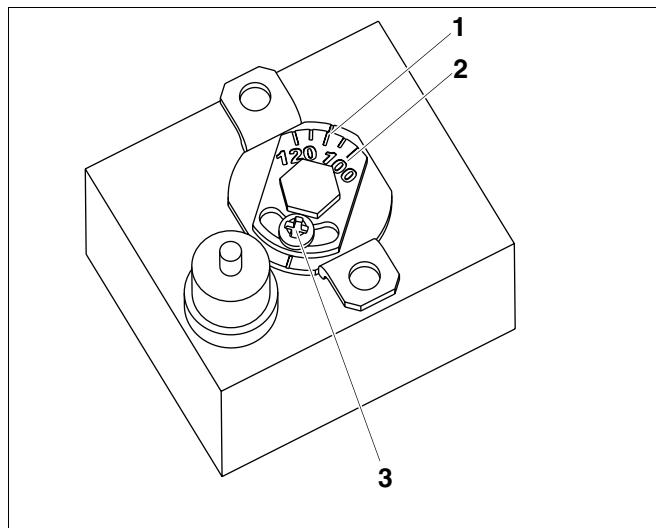
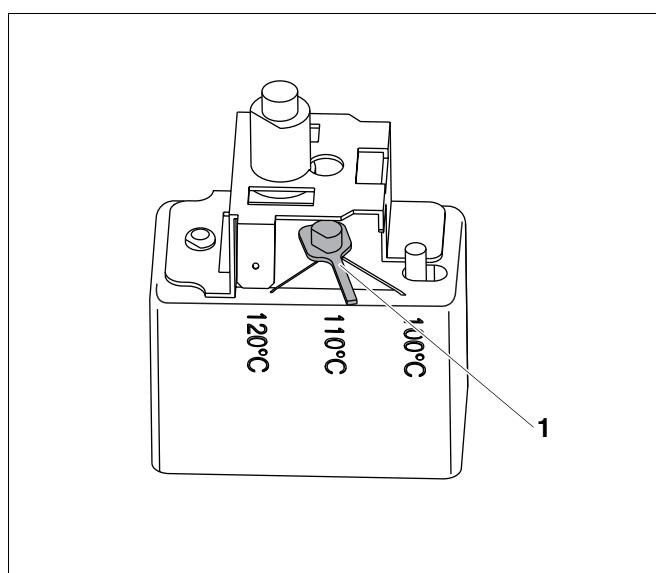

Рис. 61 STB, вариант А
Рис. 62 STB, вариант В
- Сначала нужно определить вариант установленного предохранительного ограничителя температуры (см. рис. 61 и рис. 62).
Вариант А (рис. 61)
- Ослабить винт (рис. 61, **поз. 3**).
- Пластины с температурной шкалой (рис. 61, **поз. 2**) установить на нужную температуру (рис. 61, **поз. 1**).
- Затянуть винт (рис. 61, **поз. 3**).
Вариант В (рис. 62)
- Установить рычажок (рис. 62, **поз. 1**) на нужную температуру.